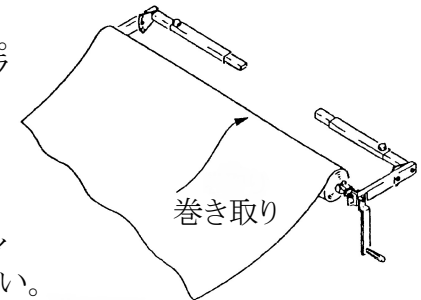
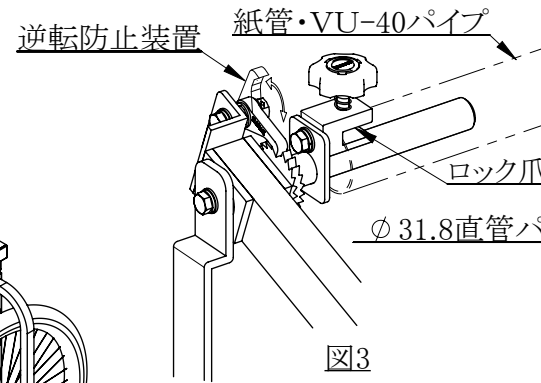

図2
図3
- ・図3の様に紙管をロック爪にセットしてナットで固定してください。
- ・図3の様に逆転防止装置をセットして図2の様に巻き取ります。